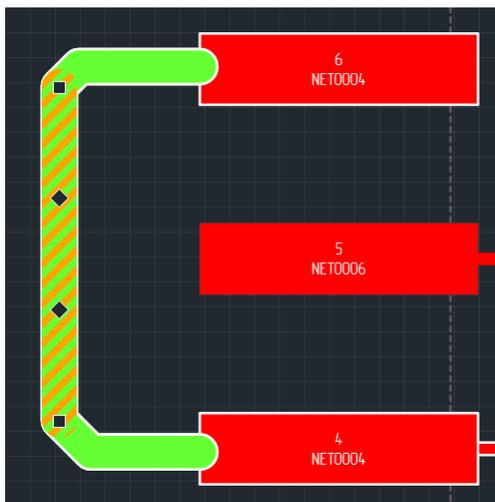

Рис. 251 Выбор сегмента трека
2. Нажмите левую кнопку мыши, при этом будет выбран тот сегмент трека, на который наведен курсор, см. Рис. 251.